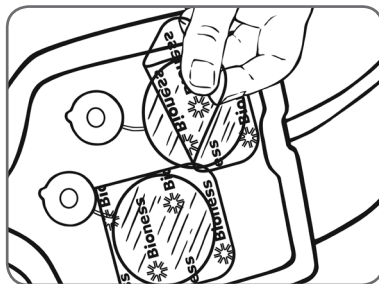

Figura 23: Cómo quitar las cubiertas de los electrodos de hidrogel.
7. Quite las cubiertas de los electrodos. Vea la Figura 23.